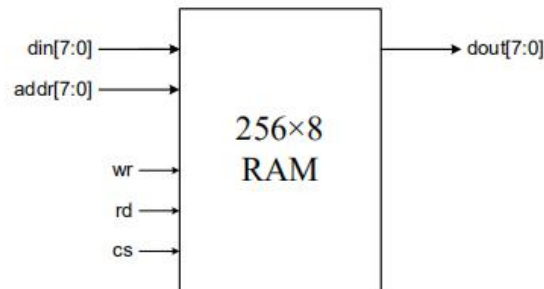

图 8、 $256 \times 8\text{bits}$ 的 SRAM 框图
2.14、图 8 是一个 $256 \times 8\text{bits}$ 的 SRAM 的框图, $\text{din}[7:0]$ 是 8 条数据输入线, $\text{dout}[7:0]$ 是 8 条数